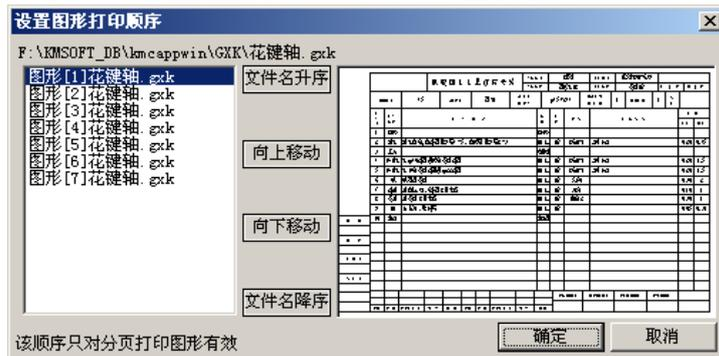

图11.2-20
- ① 添加图形文件；
- ② 点击菜单中的〈设置〉→〈设置图形打印顺序〉，弹出如图 11.2-20 所示设置框，左侧为所有图形文件名列表；右侧为所选图形预览，点击查看内容处，可放大显示，再次点击，可还原显示；中间为四个调整按钮；